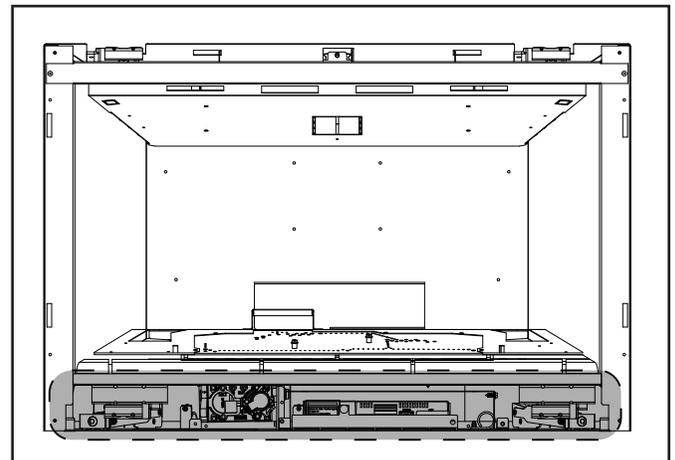

Figure 3.7 Cavité des commandes
Les modèles PROV-IPI ont un taux de combustion variable contrôlé par le bouton « HI/LO » sur la vanne du gaz. La hauteur de la flamme peut ainsi être ajustée. Le bouton « HI/LO » est montré à la figure 3.7. Il est situé dans la cavité des commandes de l'appareil. Le bouton « HI/LO » peut être ajusté comme désiré, en tournant vers la position « LO » (dans le sens antihoraire) et en tournant vers la position « HIGH » (dans le sens horaire).
1. Accédez à la cavité des commandes de l'appareil. Voir la figure 3.7 pour l'emplacement. La façade de la barrière décorative, l'assemblage de la vitre fixe et la plaque d'étanchéité de la vitre devront être enlevés.